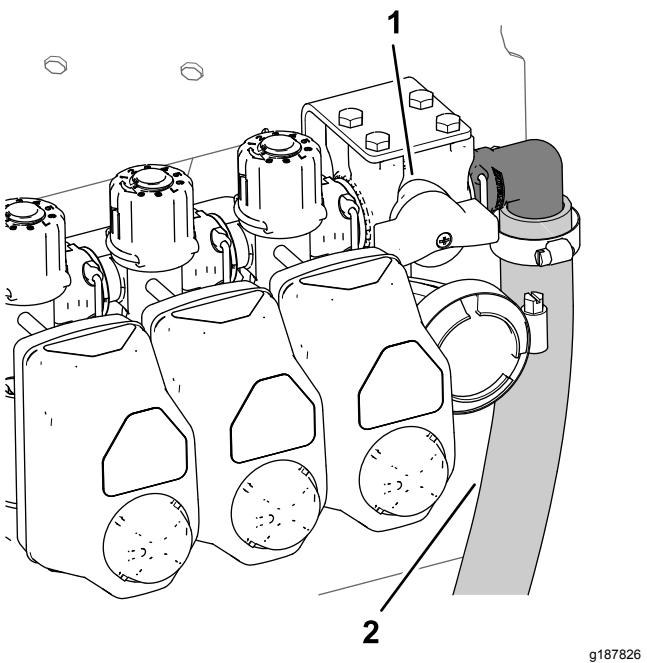
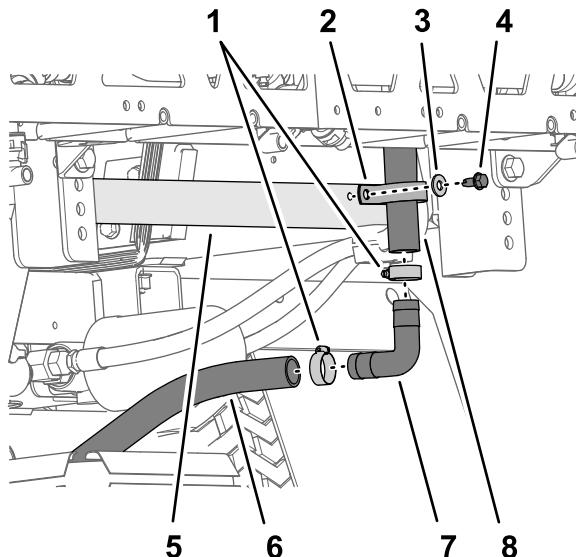

Figura 40
Figura 41
- Nell'estremità inferiore del flessibile di bypass superiore, rimuovete il bullone a testa flangiata (5/16" x 3/4"), la rondella (5/16 poll.) e il serratubi a R che fissano il flessibile di bypass superiore alla piastra a sella posteriore della macchina (Figura 40 e Figura 41).
- Rimuovete le 2 fascette stringitubo che fissano il flessibile di bypass superiore e il flessibile di bypass inferiore al raccordo dentellato a 90° (Figura 41).
- Rimuovete il raccordo dentellato a 90° dai flessibili (Figura 41).